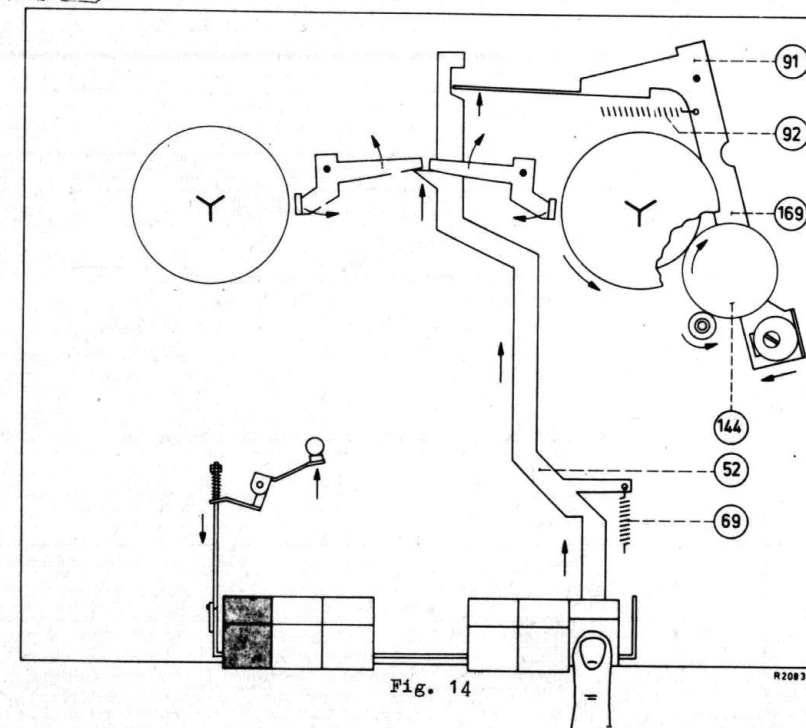

Fig. 14
- Als de opspoeltoets wordt ingedrukt, beweegt spoelbeugel 52 zich naar achteren. De nok op de spoelbeugel licht de beide remmen 56 en 68 van de beide spoelschotels (zie fig. 14).